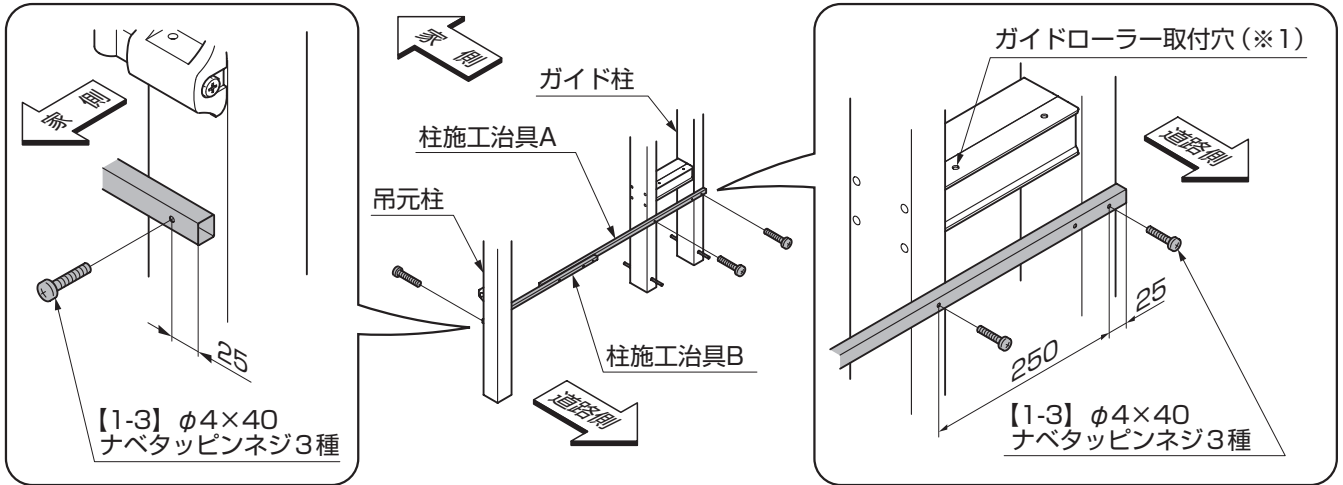
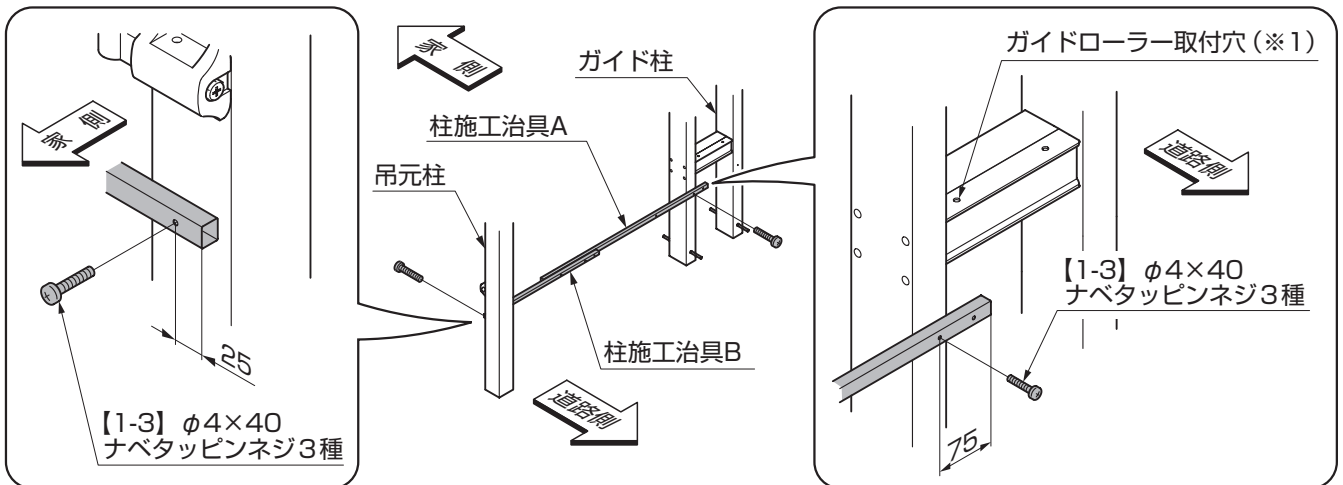

図3-3 開戸付きW13の場合
図3-4 開戸付きW15の場合
①柱施工治具を図3-3、図3-4にしたがって【1-3】で固定してください。